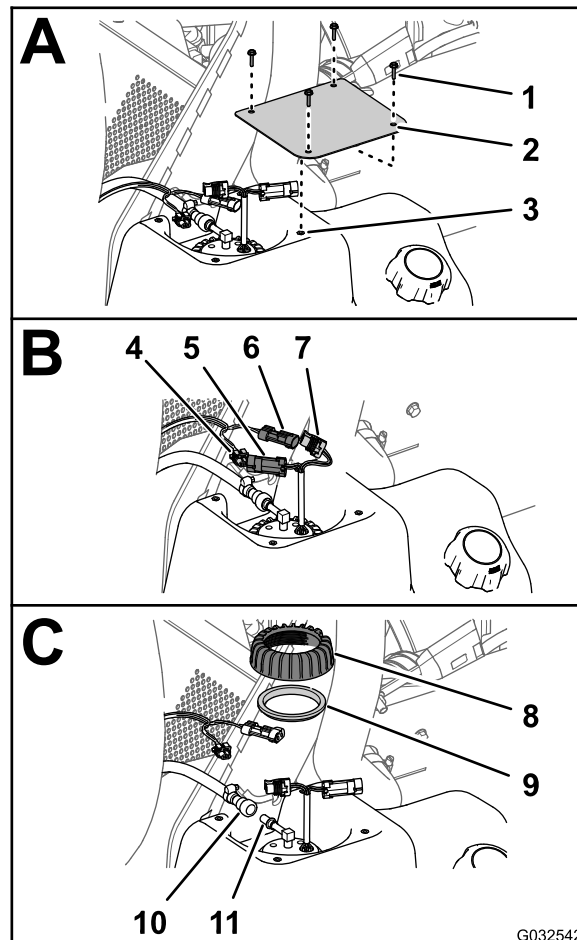

Figura 79
2. En el depósito de combustible, retire los 4 tornillos (N° 10 x 3/4") que sujetan la tapa a la parte superior del depósito de combustible, y retire la tapa (Figura 79).
3. Desconecte el conector hembra de 2 vías del arnés de cables de la máquina del conector de 2 pines de la bomba de combustible/sensor; desconecte el conector de 2 pines del arnés de cables de la máquina del conector hembra de 2 vías de la bomba de combustible/sensor (Figura 79).
4. Aleje el anillo de bloqueo del acoplamiento de la manguera de combustible del conector de la bomba de combustible/sensor y retire el acoplamiento y la manguera del conector (Figura 79).
5. Gire la tuerca de la bomba de combustible/sensor en sentido antihorario y retire la contratuerca y la junta (Figura 79).